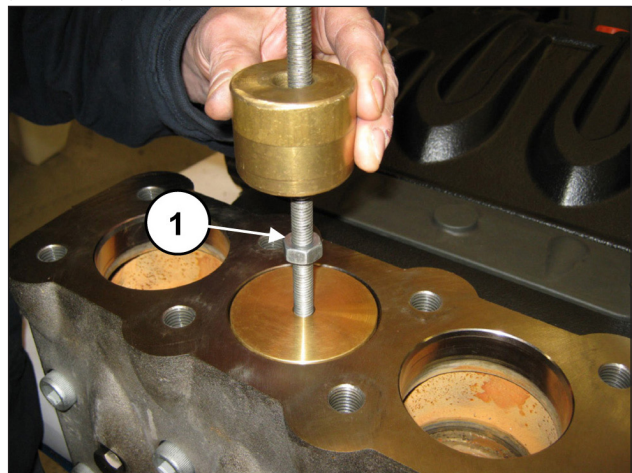

图 102
取出阀塞，将带冲击锤的提取器安装在阀塞（位置①，图 102）的M10孔上。